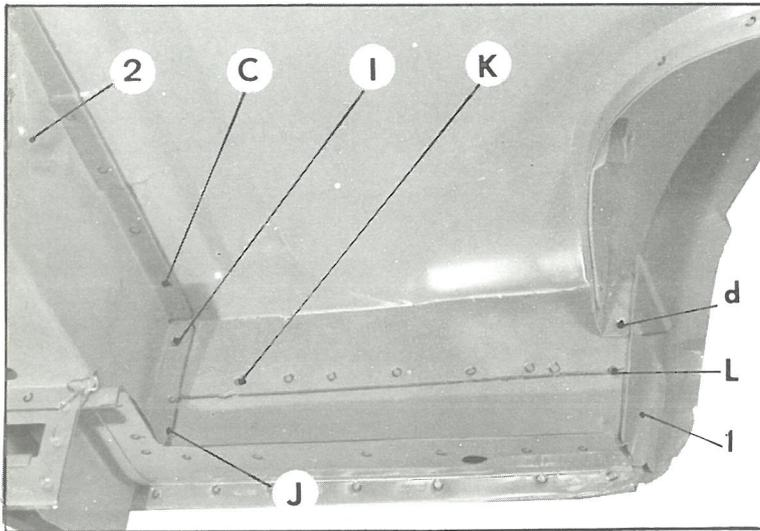

Fig. 3
en SW (fig. 3)
- en* W (fig. 3)
- en IJ* (fig. 3) (une tôle seulement)
- en KL* (fig. 3) (une tôle seulement)
- en d* (fig. 3) (deux tôles seulement)
3. Couper les bords tombés de la tôle (1) (fig. 3) de fermeture arrière et la déposer.**4. Dégraffer le plancher de coffré, des passages de roue arrière:***De chaque côté :*